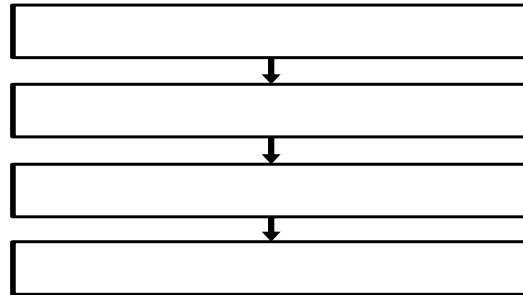

Abbildung 3.2
d) Füllen Sie die Kästen des Auswahlprozesses von **Abbildung 3.2** aus.